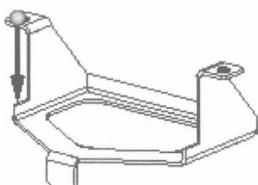

图 1.23 定义移除方向
(3) 定义法向除料特征属性。在“法向除料”工具条中单击“厚度剪切”按钮□和“贯通”按钮□，并将移除方向调整至图1.23所示的方向。
(4) 单击**完成**按钮，完成特征的创建。